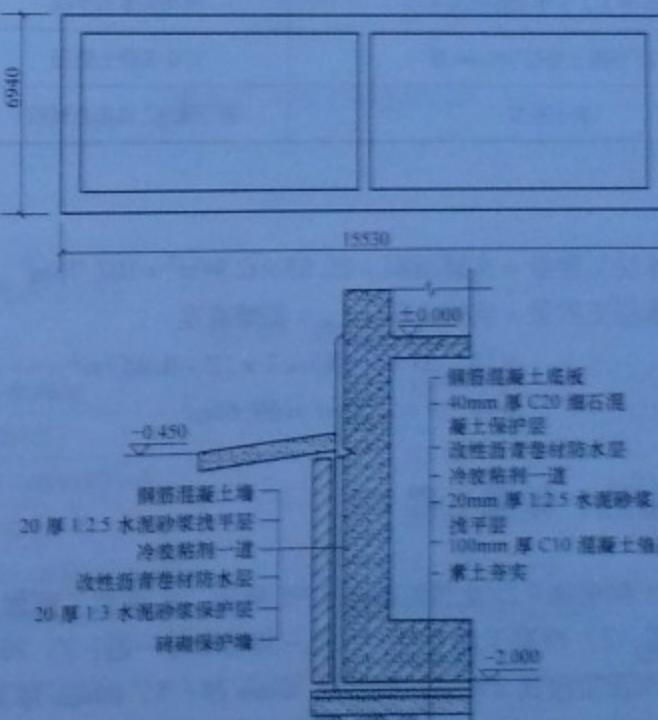

图 1-94 地下室平面及墙身防水示意图
**【例 1-94】** 某工程地下室平面及其墙身防水构造如图 1-94 所示，计算地下室墙身防水工程量。
由图 1-94 所给工程做法可知, 应列项目见表 1-38。